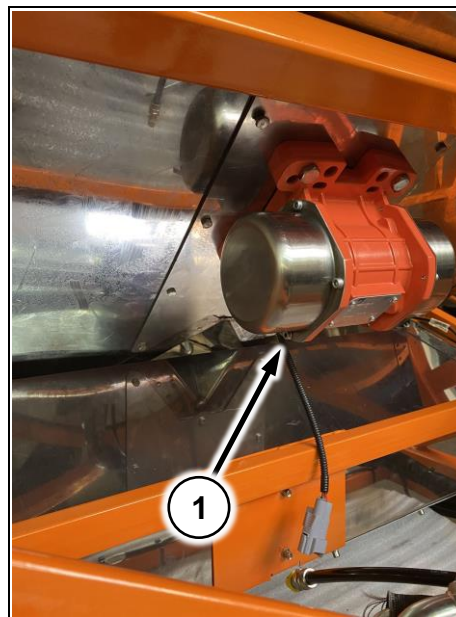

Рис. 237
- 1 Снимите боковые крышки, открутив 4 болта (Рис. 237/1)